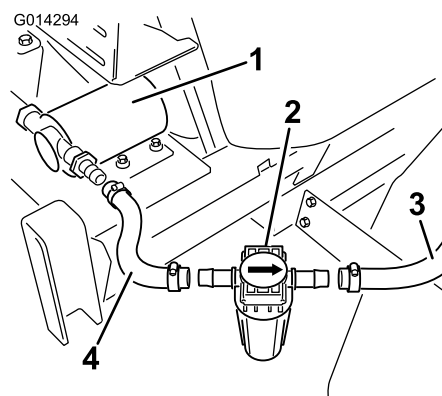

Figure 23
- Posez le filtre en ligne sur les extrémités ouvertes des flexibles sortant de la pompe et sur les buses de rinçage (Figure 23).